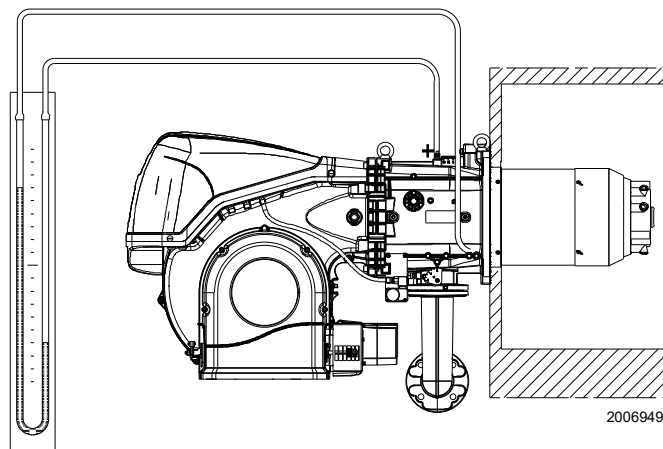

Abb. 24
- Ein U-Rohr-Manometer oder einen Differenzdruckmesser (Abb. 24) mit Anschluss (+) am Gasdruck der Muffe und (-) in der Brennkammer montieren.
Das U-Rohr-Manometer (Abb. 24) zeigt den Gaseintritt an der Muffe an.